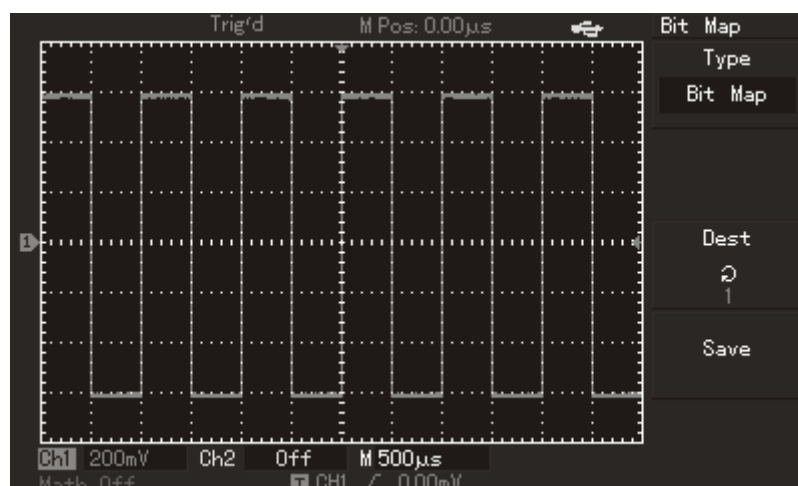

Рисунок 3-14. Сохранение изображения с дисплея в формате bitmap
3. Функция сохранения изображений в формате битовых карт: Как показано на рис. 3-14, с помощью кнопки **[F1]** в меню функции сохранения данных можно выбрать тип сохраняемых данных «Bit Map» после подключения внешнего USB-накопителя. Вращением многофункционального регулятора можно выбрать номер сохраняемого изображения. Сохраненное с расширением «.BMP» на USB-накопителе изображение экрана можно открывать непосредственно на компьютере.